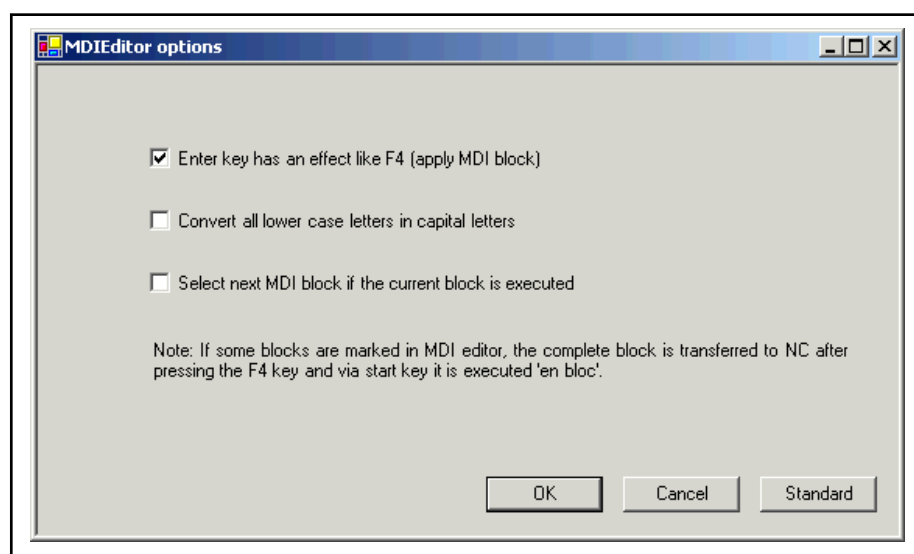

Fig. 5-17:
- <F8>** Un dialogue d'options s'ouvre, voir Fig. 5-17 " Dialogue d'options pour l'éditeur MDI" à la page 92.